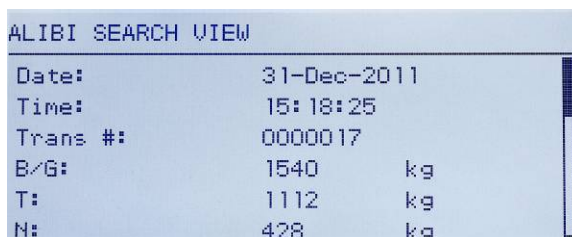

Figure C-2 : Visualisation des résultats de la recherche Alibi
5. L'écran Visualisation de la recherche de la mémoire Alibi s'affiche avec les résultats de la recherche triés par ordre chronologique. L'enregistrement le plus récent apparaîtra en premier. Chaque enregistrement supplémentaire peut être visualisé en appuyant sur la touche de navigation DOWN. La Figure C-2 comprend une série d'écrans présentant le contenu des enregistrements suivants disponibles sur l'écran.